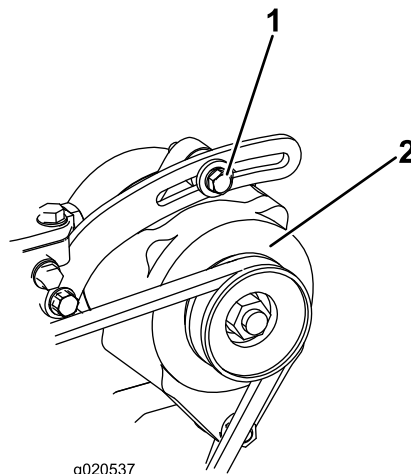

Figure 81
2. Si vous n'obtenez pas une flèche de 10 mm (3/8 po), desserrez les boulons de fixation de l'alternateur (Figure 81).